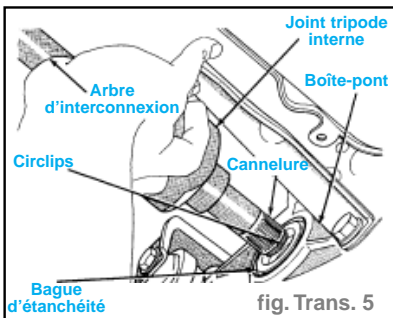

fig. Trans. 5
- Immobiliser le joint tripode interne et l'arbre d'interconnexion de l'ensemble d'arbre de transmission. Déposer le joint tripode interne de la transmission en tirant en ligne droite pour l'extraire du planétaire de la transmission et de la bague d'étanchéité de la transmission (fig. Trans 5). Lors de la dépose du joint tripode, ne pas laisser la cannelure ou le circlip frotter contre la lèvres d'étanchéité du joint tripode.